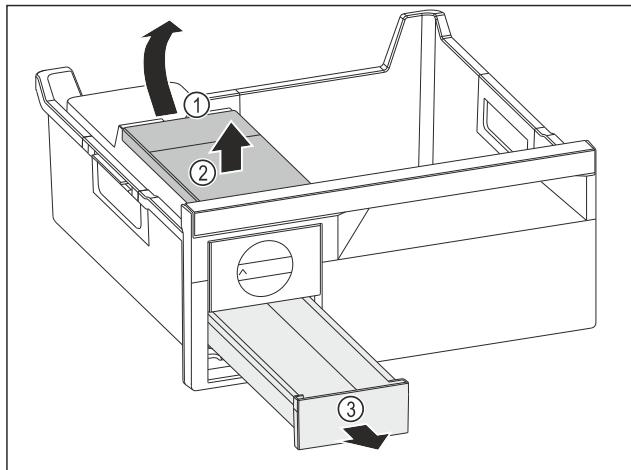

Fig. 129
- Odstranjevanje rezervoarja za vodo: Dvignite rezervoar za vodo za izrez Fig. 129 (1).
- Rezervoar za vodo Fig. 129 (2) dvignite in odstranite.
- Predal za ledene kocke Fig. 129 (3) povlecite naprej in odstranite.